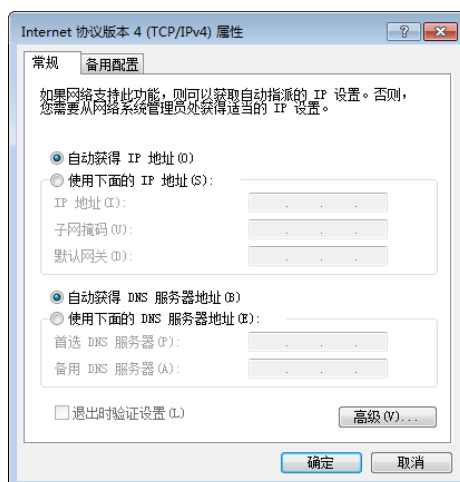

图2-7 本地网卡配置
1. 依次打开 PC 上的“控制面板” > “网络和 Internet” > “网络和共享中心” > “更改适配器配置”，选择对应的网口，将网口配置成自动获取 IP 地址或静态 IP，如图 2-7 所示。确保 PC 与设备在同一个局域网。